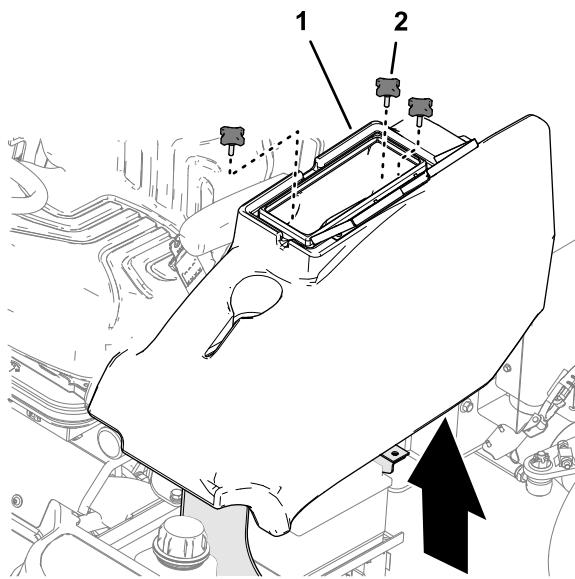

Bild 53
1. Öffnen Sie auf der linken Seite der Bedienerplattform die Klappe zum Ablagefach (Bild 53).